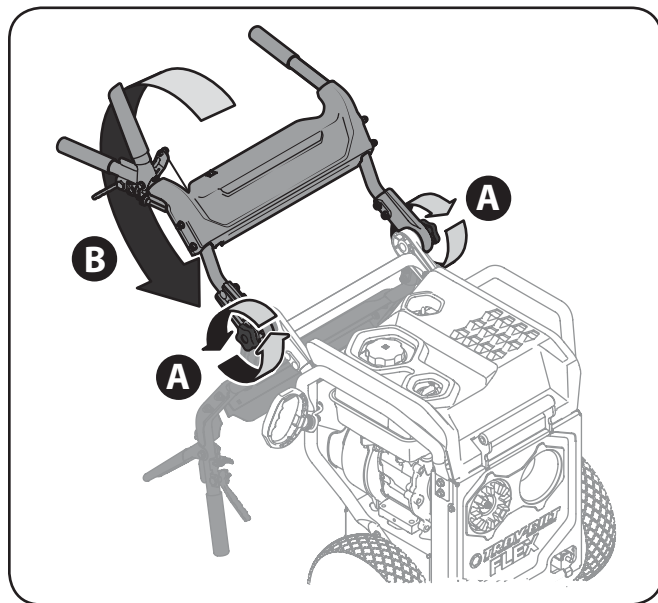

Figura 3-4
1. Afloje las perillas en estrella (A) como se indica en la Figura 3-4 y gire el conjunto de la manija superior hacia arriba (B) hasta que llegue a la parte más baja de su movimiento de giro.